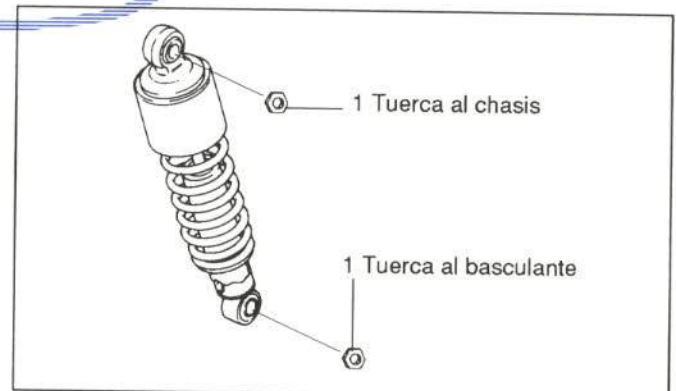

Figura 29.- Unión de los amortiguadores
En la figura 29 se detalla la unión de esta pieza.
- Amortiguadores (figura 29)